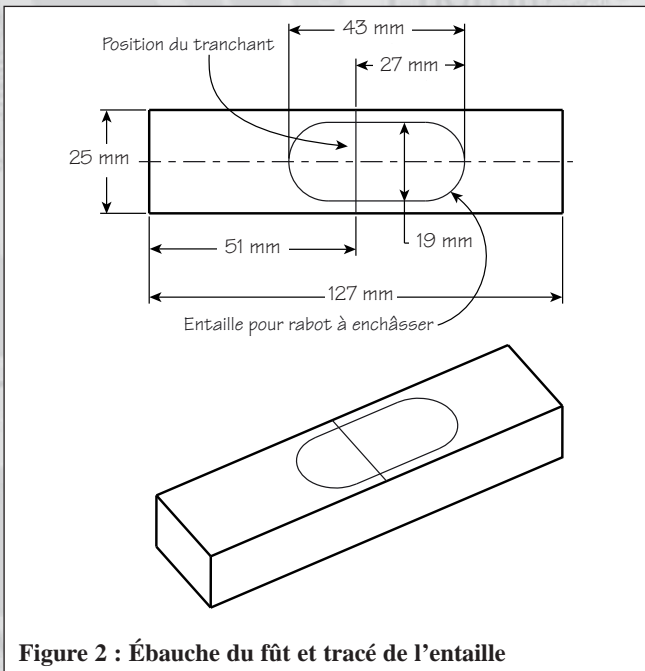

Figure 2 : Ébauche du fût et tracé de l'entaille
2) Tracer l'entaille selon les dimensions illustrées sur la figure 2.